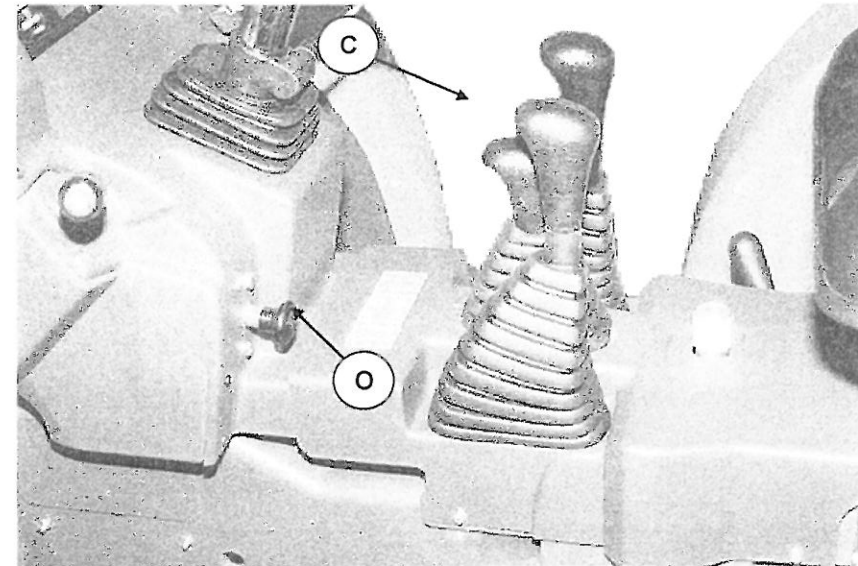

Abb. 6
C. SCHALTHEBEL FÜR WENDEGETRIEBE (bei Frontlenkern mit Wendegetriebe - Abb. 6)
N. MOTOR - STOPKNOPF (Abb. 6)